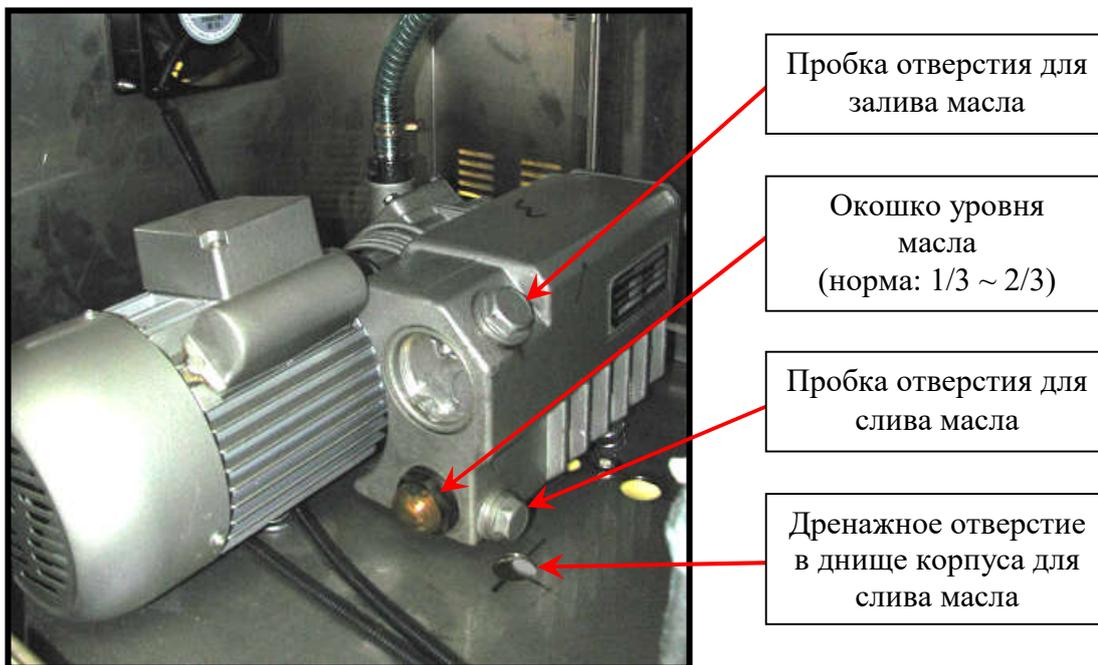

Рисунок 6.1 - Общий вид вакуумного насоса
- При помощи гаечного ключа вывинтить пробку отверстия для залива масла и пробку отверстия слива масла (см. Рисунок 6.1). Слить масло через отверстие, а по завершению плотно завинтить пробку отверстия слива масла.